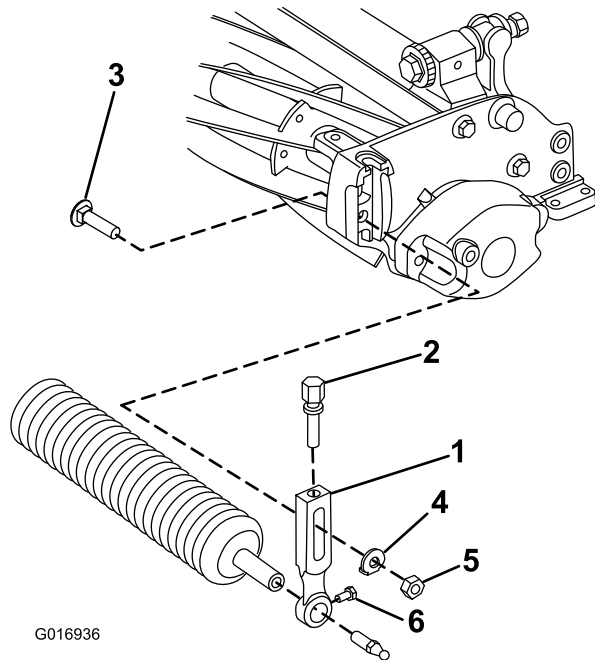

Figure 3
1. Retirez le boulon de charrue, la rondelle et l'écrou à embase qui fixent un des bras de réglage de hauteur de coupe au panneau latéral du plateau de coupe (Figure 3).
2. Desserrez les vis de fixation du rouleau dans les bras de réglage de hauteur de coupe (Figure 3).
3. Faites glisser l'arbre de rouleau dans le bras de hauteur de coupe de l'autre côté du plateau de coupe (Figure 3).
4. Glissez le bras de réglage de hauteur de coupe sur l'arbre du rouleau (Figure 3).
5. Fixez légèrement le rouleau sur le plateau de coupe avec le bras de réglage de hauteur de coupe et les fixations retirés précédemment (Figure 3).
7. Serrez les vis de fixation du rouleau (Figure 3).